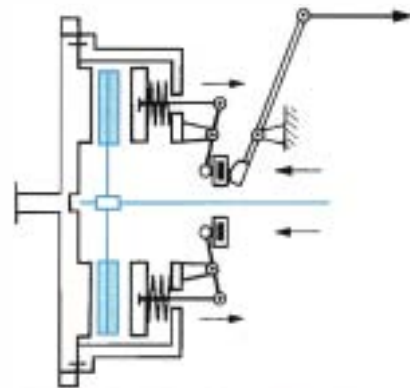

Figure 2.5B • Principe de l'embrayage : position « débrayée ».
• **Embrayage** (figure 2.5B, page précédente). Le conducteur relâche progressivement son action. Le plateau presseur est appuyé graduellement sur le disque. Le disque est entraîné avec une adhérence de plus en plus prononcée.